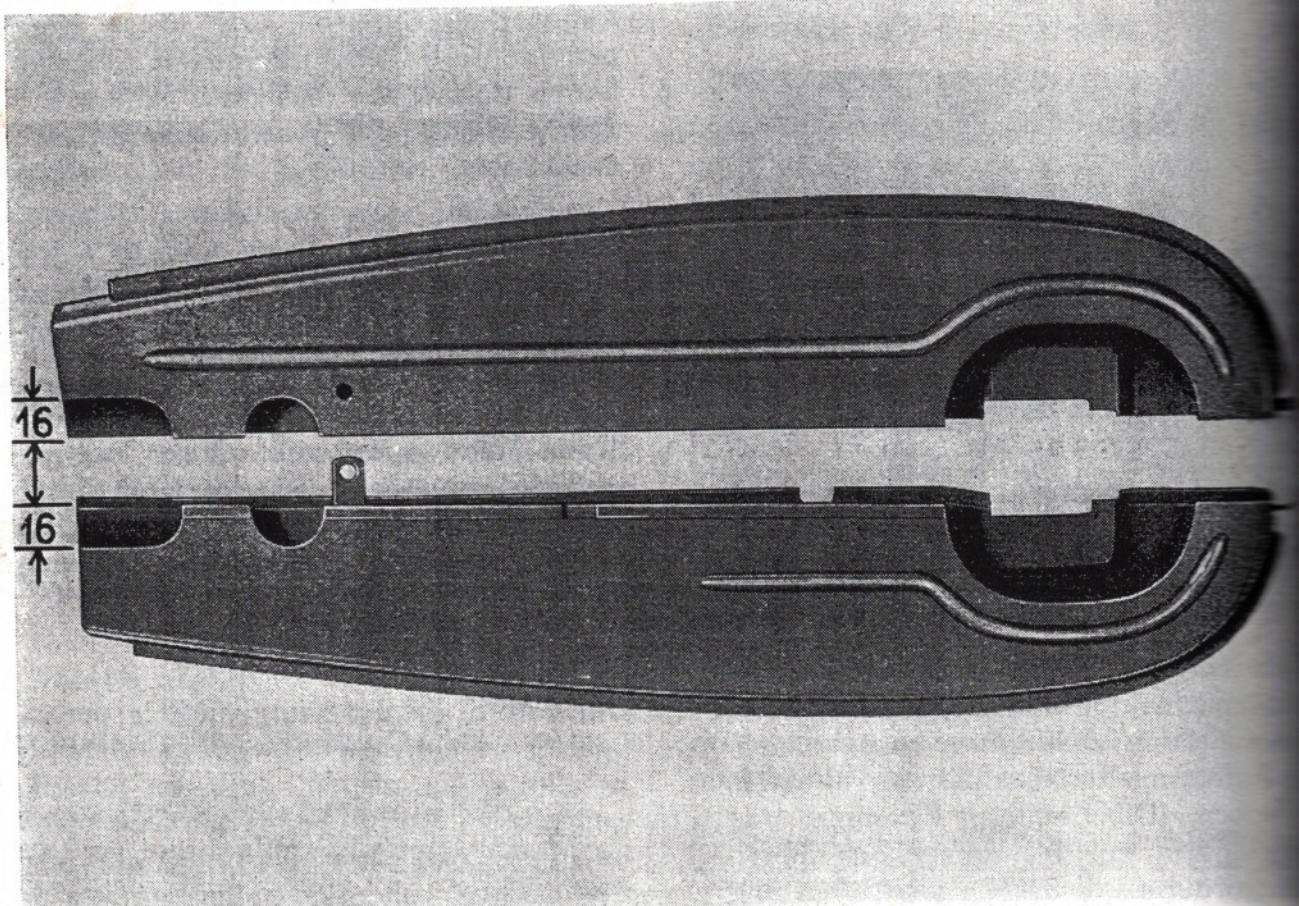

Abb. 76 Geänderter Kettenschutz ab Fg.-Nr. 01 512 157
**Auch bei den bereits im Verkehr befindlichen Fahrzeugen unter dieser Fahr gestell-Nr. kann durch Abschneiden dieser beiden Blechstreifen eine Aus- und Ein bauerleichterung geschaffen werden (siehe Abb. 76).**